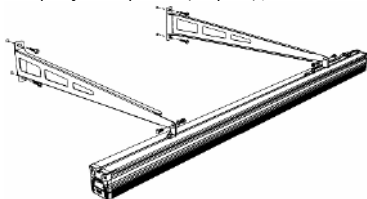

Рисунок 2 Установка креплений
3.3 Установите крепления на ровную поверхность (см. рис.2),